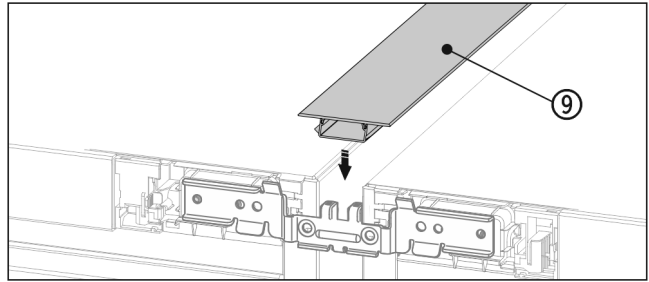

Fig. 21
- ▶ Wcisnąć krótką listwę zakrywającą Fig. 21 (9) na powierzchni górnej do szczeliny poziomej.